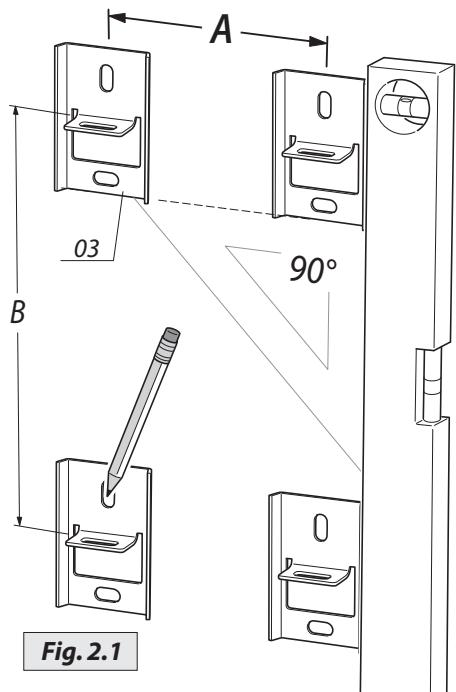
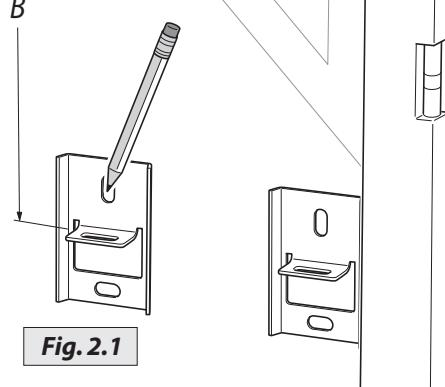

Fig. 2.1
Fig. 2.3
**Fase 2** Individuato il punto di installazione del radiatore, predisporre per i collegamenti idraulici. In base a tale posizione, segnare i fori di fissaggio dei supporti (03), considerando la quota indicata in Fig. 2.3, e posizionandoli alla distanza A in funzione del numero di elementi del radiatore (Tab. 1). L'altezza B massima è rilevabile sul radiatore (Fig. 2.1). Fissare i supporti (03) con viti e tasselli adeguati per il tipo di parete, come rappresentato in Fig 2.3.